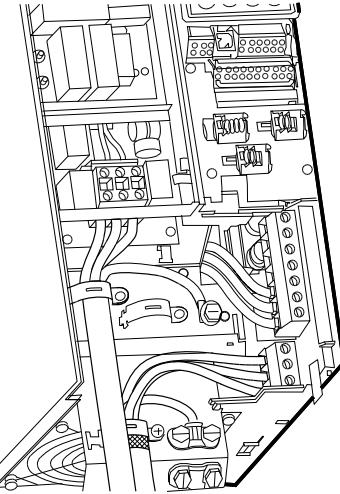

Рис. 16 Подключение питания и двигателя, В3
- Подключите заземляющий провод к клемме 95 (PE). См. рис. 16 и 17.
- Подключите заземляющий провод к клемме 99 (PE). См. рис. 16 и 17.
- Подключите провода двигателя к клеммам 96 (U), 97 (V), 98 (W).